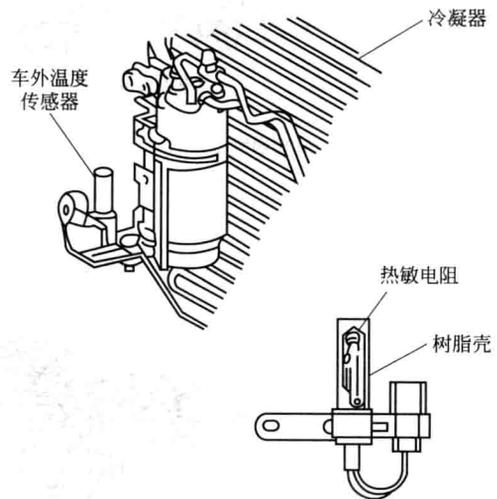

图 1-7 车外气温传感器
b. 车外气温传感器（又称车外温度传感器、大气温度传感器、环境温度传感器）车外温度传感器包在一个树脂壳内，以免对温度的突然变化作出反应。这将使其能准确地检测到车外的平均气温。车外气温传感器如图 1-7 所示。